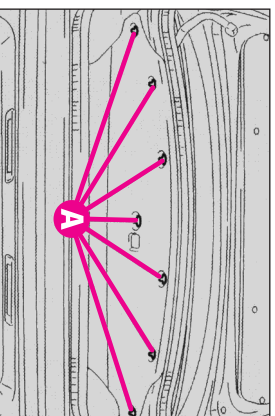

fig. 48
- Slăbiți suruburile (A-fig. 48), până când se eliberează garnitura.
- Repoziționați garnitura și strângeți butoanele (A-fig. 48).